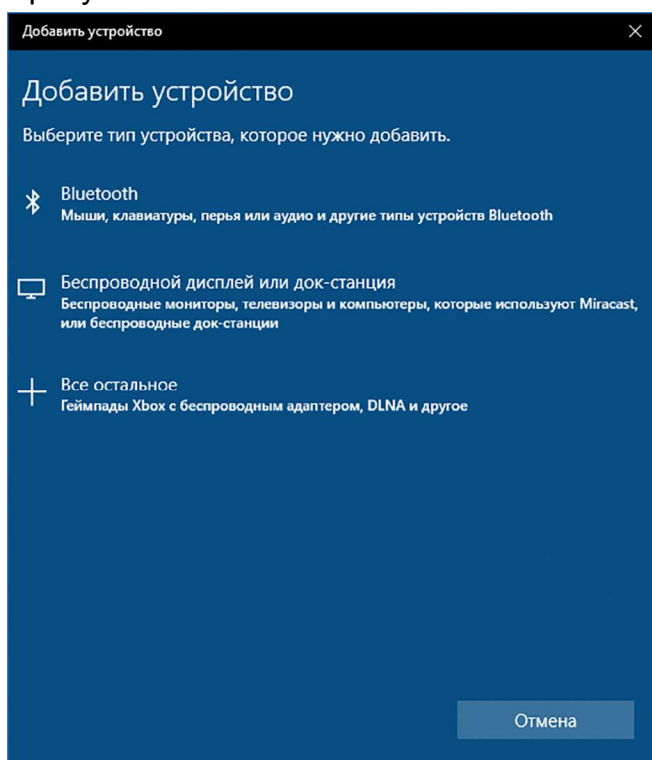
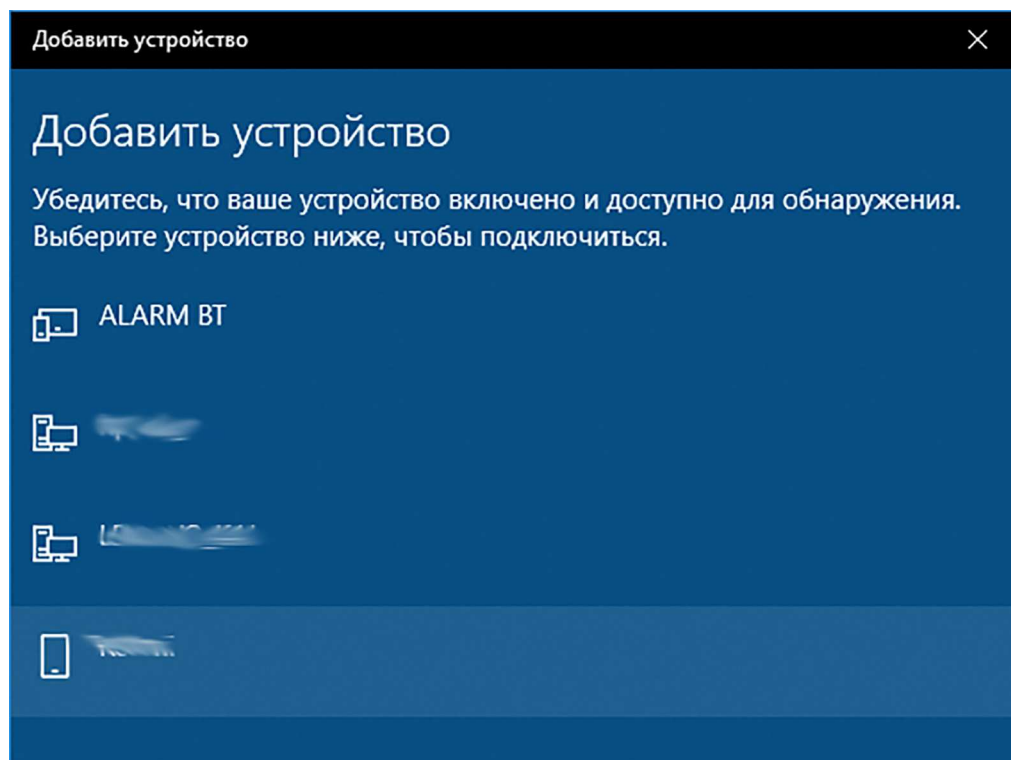

Рисунок 2
Рисунок 3
2.1.1 Снять крышку прибора. Подключить УС-ППК к прибору и свободному разъему USB ПЭВМ. Разъем для подключения УС-ППК указан на плате прибора в руководстве по эксплуатации, рисунок 2.
2.2.1 Снять крышку прибора. Подключить УСБ-ППК к разъёму прибора, рисунок 2.
2) Выбрать «+ Добавление Bluetooth или другого устройства» в появившемся окне рисунок 2 выбрать «Bluetooth». Операционная система выведет в окне рисунок 3 список доступных устройств рисунок 3.
3.1.1 Подключить к прибору УС-ППК (УСБ - ППК) и кнопкой «Сброс» расположенной на плате прибора (рисунок 2 «Руководства по эксплуатации») перезапустить ППКО.